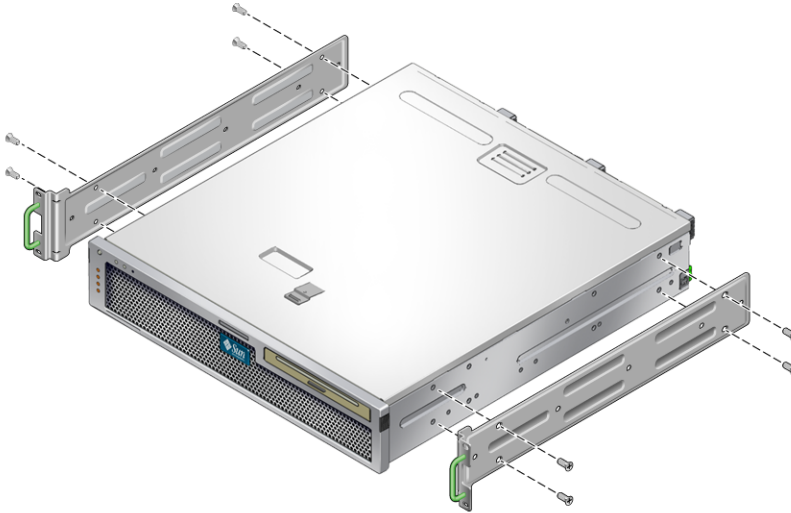

图 3-7 将固定式装配托架固定到服务器上
2. 使用提供的 M5 × 8 毫米十字平头螺丝将两个固定式装配托架（每个固定式装配托架使用四颗螺丝）固定到服务器的两侧（图 3-7）。